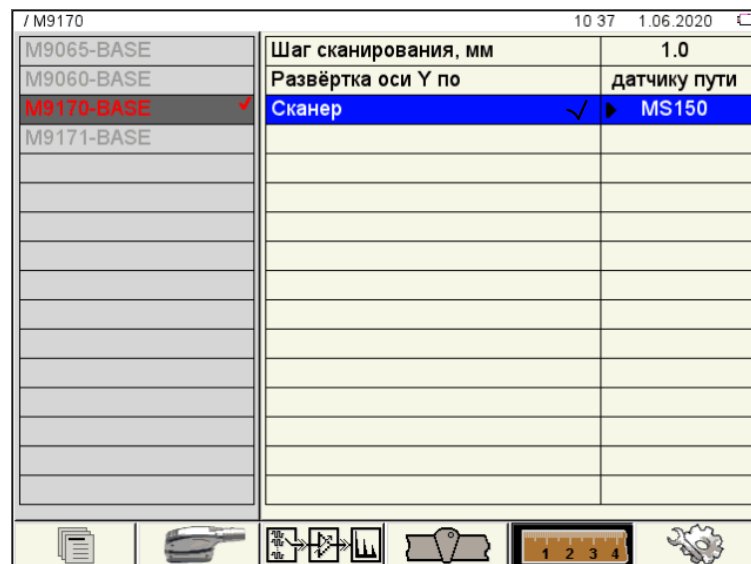

Рисунок 18
2.3.14 При корректных результатах калибровки параметр СКАНЕР будет отмечен знаком «✓» (рисунок 18).